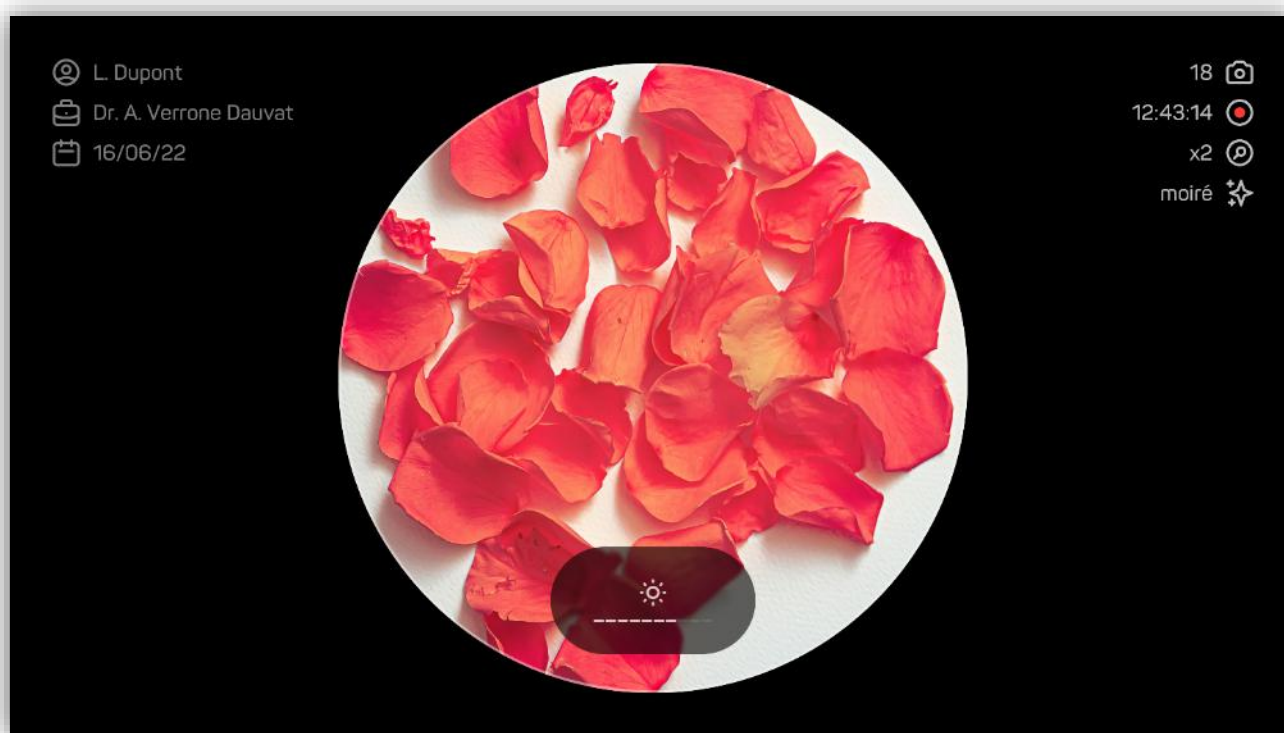

Figura 8 - Alteração da intensidade da luz
- Use os botões "+" [5] e "-" [4] no lado direito da unidade de controlo para aumentar ou diminuir a intensidade da luz (consulte Figura 8).